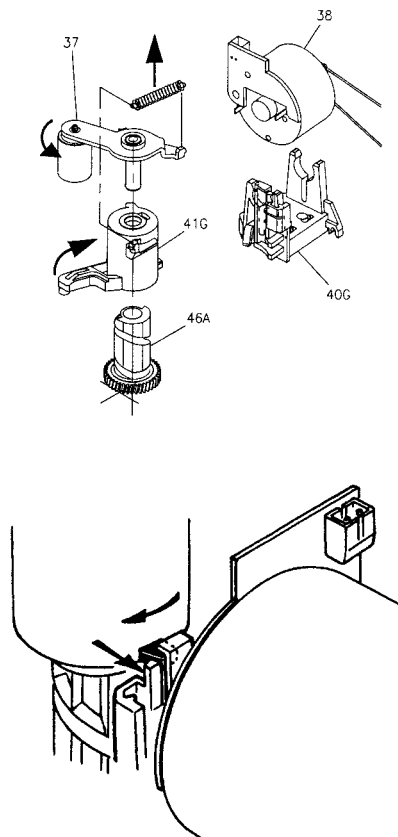

Fig. 13
- Release the pressure roller guide (pos. 41G) from the guide in the threading motor holder, by pressing the top of the motor guide rearwards and rotating the pressure roller guide assembly clockwise by approx. a quarter of a turn (fig. 13).
- Die Andruckrollenführung (Pos. 41G) von der Führung der Fädelformhalterung herauslösen. Hierzu ist das Oberteil der Motorführung nach hinten zu drücken und die Andruckrollenführungseinheit dann um etwa 1/4 Umdrehung im Uhrzeigersinn zu drehen (Abb. 13).
- Extraire le guide du galet presseur (rep. 41G) du guide apparié au berceau du moteur d'enroulement. Pour ce faire, repousser la partie supérieure du guide du moteur et tourner d'un quart de tour env. (sens horaire) le guide du galet presseur (fig. 13).